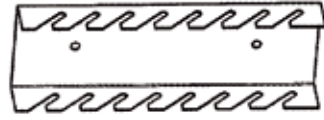

Рис. 8
- держатель для ключей (Рис.8);